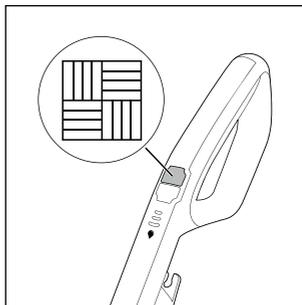

Fig. 13
- ◆ Per accendere l'apparecchio premere l'interruttore Pavimento  14 (vedere fig. 13). Il LED dell'interruttore Pavimento  14 si accende con luce blu.
- ◆ Per spegnere l'apparecchio premere nuovamente l'interruttore Pavimento  14 (vedere fig. 13).